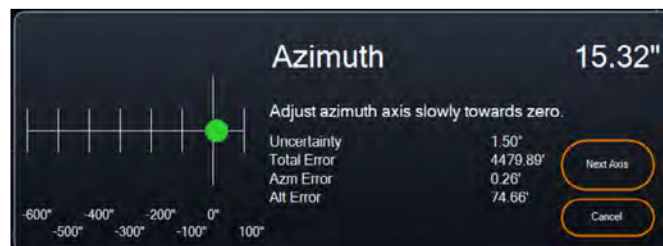

Abb. 18: Fenster zur Anpassung der Azimutachse während der Polausrichtung in CPWI.
4. Nachdem SSAG seine polaren Ausrichtungsparameter erhalten hat, wird das Fenster zur Einstellung der Azimutachse angezeigt (Abb. 18). Passen Sie den Azimut Ihrer Montierung langsam an, bis der „Azim-Fehler“ weniger als zwei Bogenminuten beträgt.